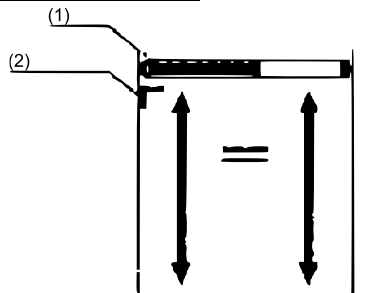

Fig. 7
- Il motore e l'albero si troveranno in posizione orizzontale ed esattamente sopra l'apertura (porta, cancello o finestra) che la tapparella andrà a occupare (Fig. 7).